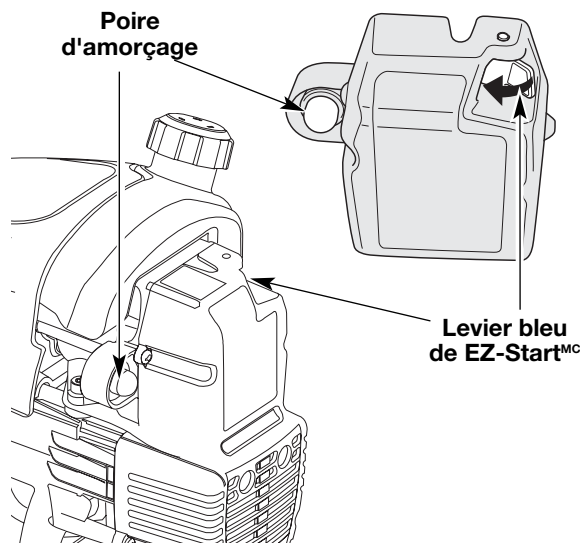

Fig. 7
**REMARQUE :** Il n'est pas nécessaire de faire démarrer la machine. La commande On/Off (Arrêt/Marche) est en position ON (I) en permanence.
2. Pressez et relâchez la poire d'amorçage à 10 reprises, lentement. Une certaine quantité de **carburant devrait être visible dans la poire d'amorçage** et les conduites de carburant (Fig. 7). Si vous n'apercevez pas de carburant dans la poire, pressez et relâchez la poire autant de fois que nécessaire jusqu'à ce que vous aperceviez du carburant dans cette dernière.
3. **Faites pivoter le levier bleu de EZ -StartMC vers la poire d'amorçage** jusqu'à ce qu'il clique et se verrouille en place (Fig. 7).